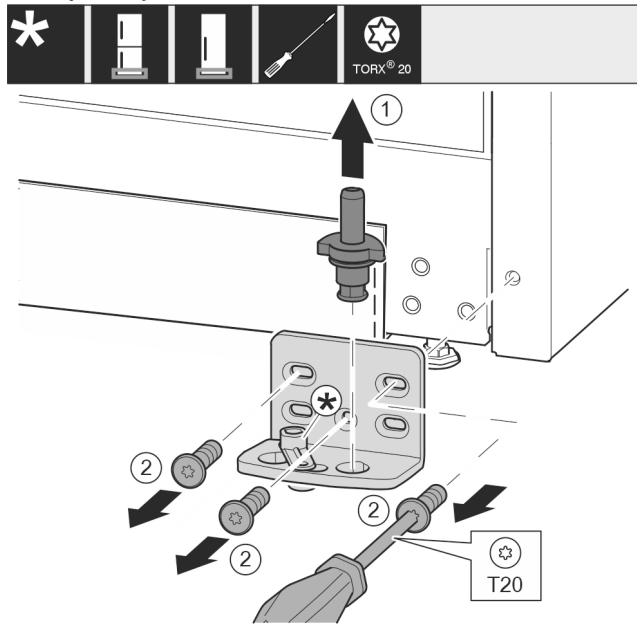

Fig. 14
- ▶ Ložiskový čep celý vytáhněte nahoru. *Fig. 14 (1)*
- ▶ Šroubovákem T20 vyšroubujte šrouby a odeberte stojan ložiska. *Fig. 14 (2)*